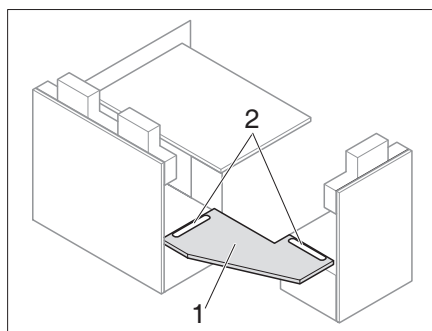
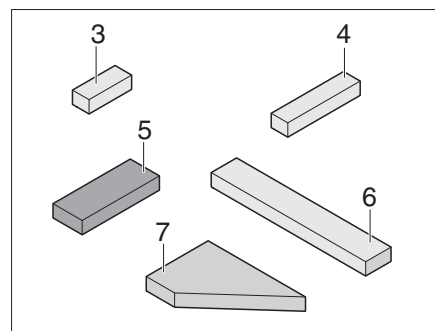
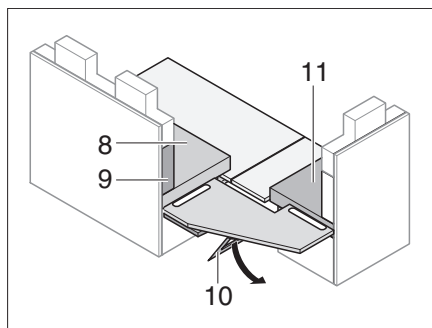
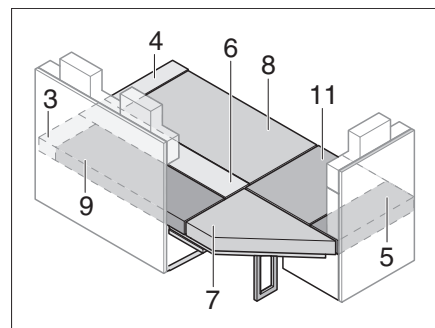

Fig. 177 Placer la plaque de renforcement
Fig. 178 Coussin supplémentaire
Fig. 179 Soutenir la plaque de renforcement
Fig. 180 Après la transformation
- Insérer la plaque de renforcement (Fig. 177,1) dans les encoches (Fig. 177,2).
- Déployer le support (Fig. 179,10) en dessous de la plaque de renforcement (Fig. 177,1).
- Placer les coussins d'assise, de dossier et les coussins supplémentaires comme montré à la Fig. 180 (les numéros de référence se rapportent à Fig. 178 et Fig. 179).
- Déployer les rallonges de la banquette (Fig. 177).